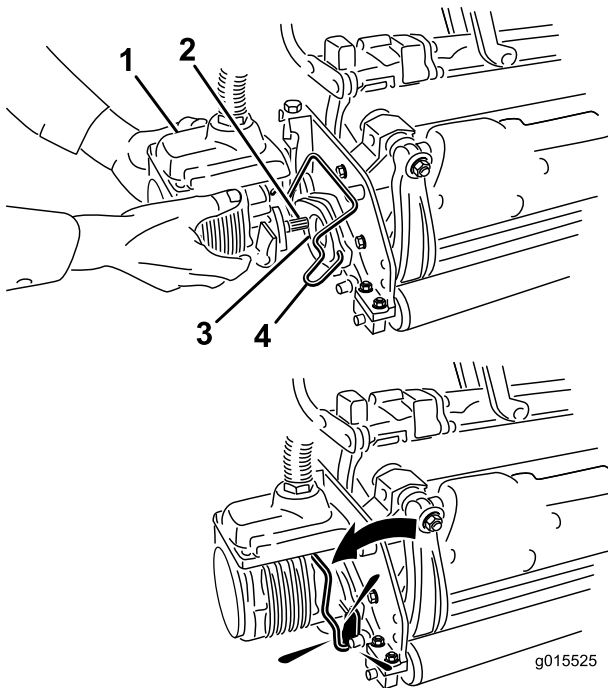

Bild 15
11. Schmieren Sie Keilwelle des Mähwerkmotors mit sauberem Schmiermittel ein (Bild 15).
12. Setzen Sie den Motor in die linke Seite des Mähwerks (aus Sicht der Bedienerstellung) und ziehen Sie die Motorbefestigungsstange am Mähwerk zum Motor, bis Sie einen deutlichen Klicken von beiden Seiten des Motors hören (Bild 15).